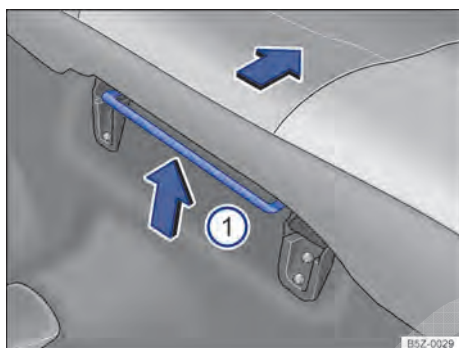

Fig. 73 Alavanca para regulagem longitudinal do banco traseiro .
- Levantar a alavanca → Fig. 73  e deslizar o banco para a frente ou para trás.